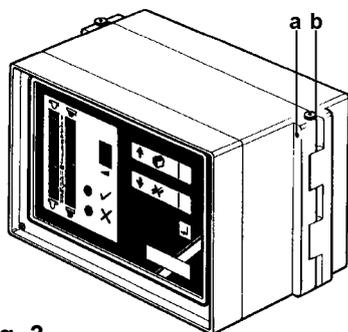

Fig. 3
1. Desserrer les vis de blocage 'a' (Fig. 3).
2. Retirer l'axe du gond 'b' (Fig. 3).